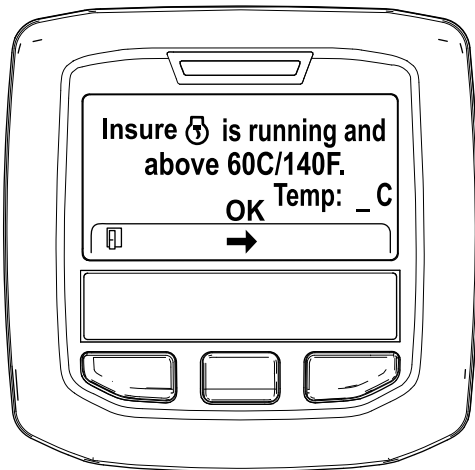

Figure 45
5. Si la température du liquide de refroidissement est inférieure à 60 °C (140 °F) le message « Insure [engine icon] is running and above 60C/140F » (vérifier que *** fonctionne et est supérieure à 60 °C/140 °F) s'affiche (Figure 45).